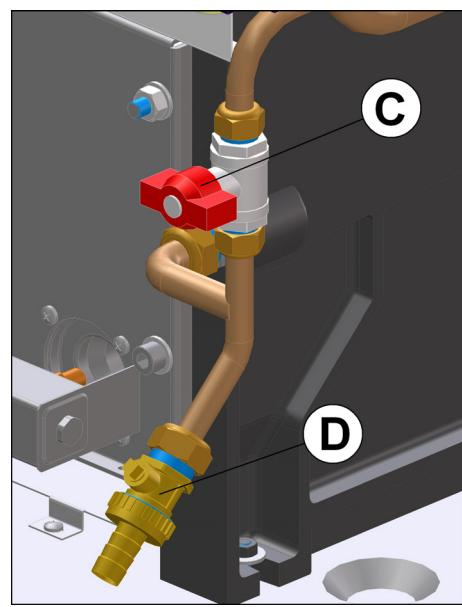
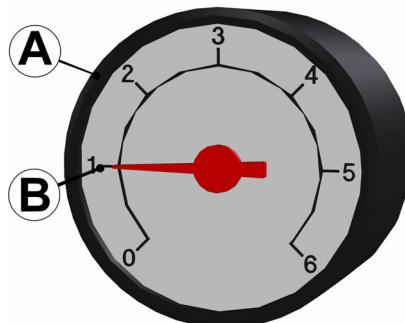

Fig. 7.2
Fig. 7.3
- 10 Sulle caldaie **PE-WT100** aprire lentamente il rubinetto di riempimento (C in fig. 7.2) del circuito di riscaldamento.
- 10 On **PE-WT100** boilers, gradually open the central heating circuit fill-up cock (C in fig. 7.2).
- 10 En las calderas **PE-WT100** abrir lentamente el grifo de llenado (C en la fig. 7.2) del circuito de calefacción.
portare l'indicazione del manometro (fig. 7.3) quindi chiudere il rubinetto di riempimento (C in fig. 7.2).
needle is as shown (fig. 7.3) now close the fill-up cock (C in fig. 7.2).
indicación del manómetro (fig. 7.3) luego cerrar el grifo de llenado (C en la fig. 7.2).
- 15 Completare il riempimento fino a portare l'indicazione del manometro come in fig. 7.3 quindi chiudere il rubinetto di riempimento. Lo sfiato dell'installazione, come pure quello del circolatore devono essere ripetuti più volte.
15 Fill-up until the gauge index is as indicated in fig. 7.3 then close the fill-up cock.
15 Finalizar el llenado hasta que la indicación en el manómetro llegue a ser la de la fig. 7.3 luego cerrar el grifo de llenado.